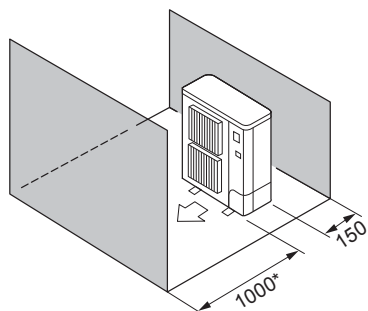

Fig. 2-7
- ⑤ Obstáculos apenas na parte da frente e de trás (Fig. 2-7)